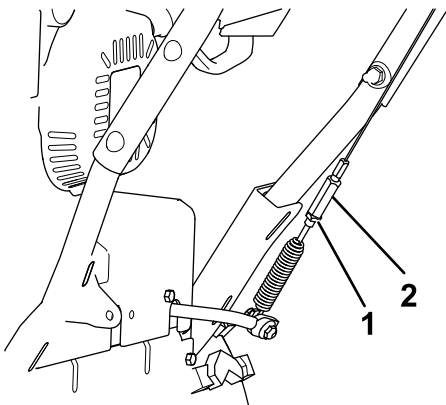

Рисунок 36
5. Ослабьте контргайку (Рисунок 36).
6. Ослабьте натяжение или подтяните винтовую стяжку для регулировки натяжения троса (Рисунок 36).